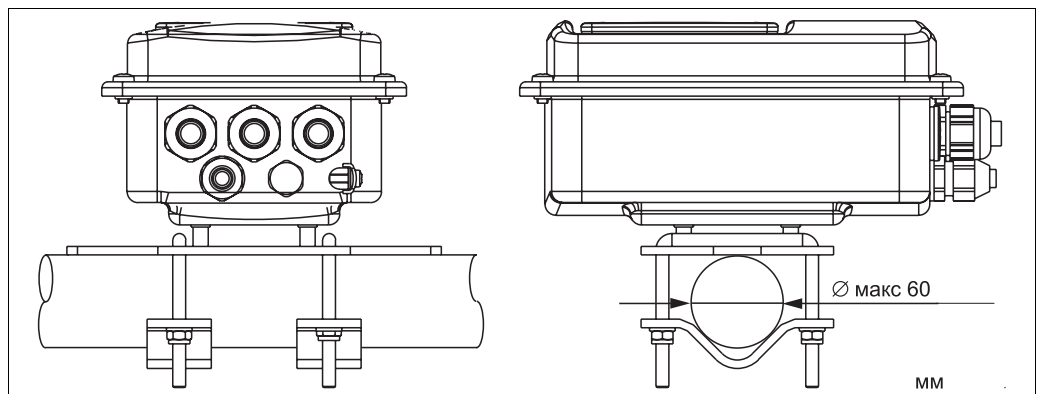

Рис. 16: Монтаж раздельного исполнения CLD134 на опоре
3. Установите устройство Smartec S на опоре или трубе с помощью скоб (рис. 16).